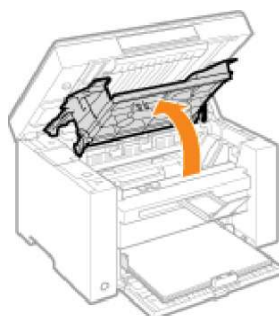

Рисунок 2.11 - Доступ до тонер-картриджа
4.) Міцно тримайте ручку, розташовану на передній лівій стороні кришки картриджа, та відкрийте її (див. рис. 2.11);